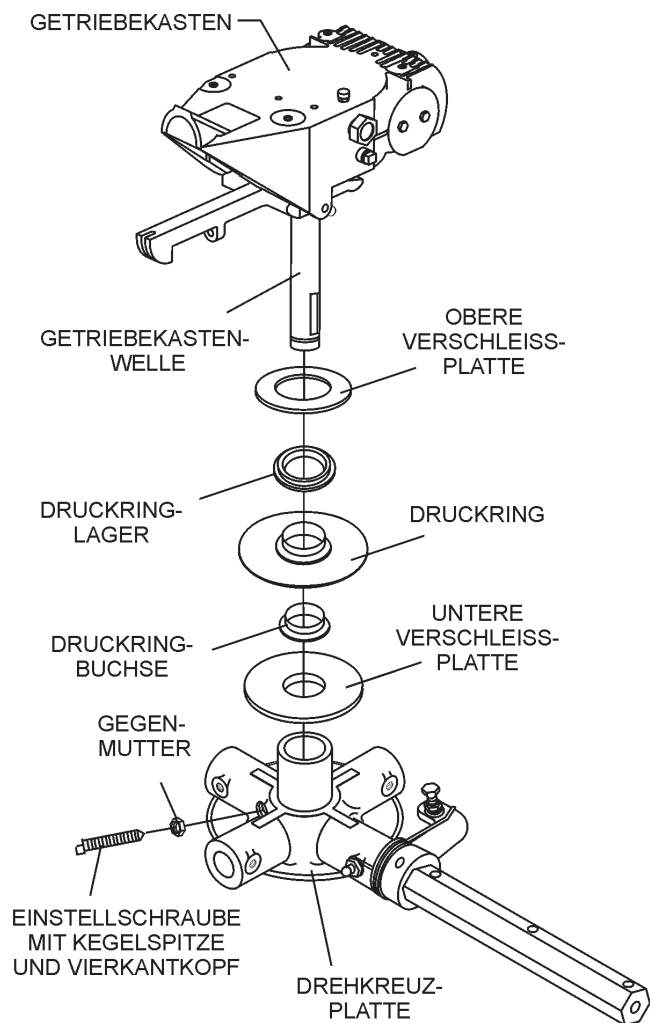

Abbildung 41. Drehkreuz-/Getriebekastenausbau
- a. An der Seite der Drehkreuzbaugruppe befindet sich eine Einstellschraube mit Kegelspitze und Vierkantkopf, an der eine Gegenmutter befestigt ist (Abbildung 41).